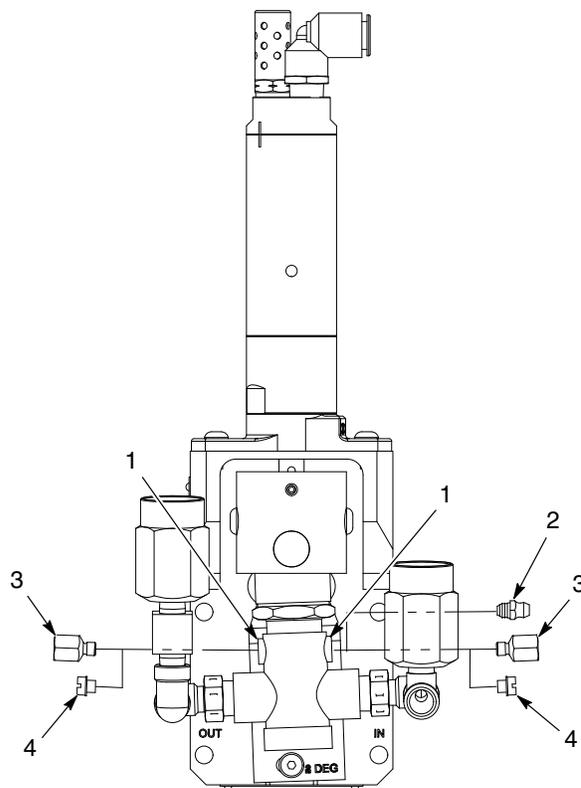

Figura 1 Pompa PDMP
1. Vedi figura 1. Se sono installati, rimuovere i raccordi del solvente (3) dagli attacchi del premistoppa di spurgo (1).
2. Installare il raccordo del grasso (2) in uno degli attacchi del premistoppa di spurgo (1) come illustrato.
3. Pompate un grasso compatibile con il primer nel premistoppa di spurgo, finché una piccola quantità di grasso scorre dall'altro attacco del premistoppa di spurgo (1).
4. Rimuovere il raccordo del grasso (2). Pulire con un panno gli attacchi del premistoppa di spurgo (1). Assicurarsi che il grasso sia allo stesso livello negli attacchi del premistoppa di spurgo.
5. Applicare il tappo di ottone (4) e stringere bene. Asportare il grasso residuo.